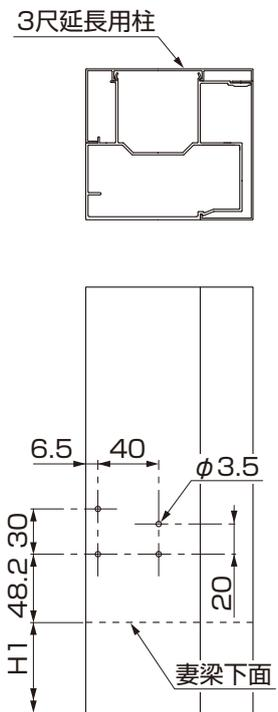

図21-17 柱側
- ③ 3尺延長用柱に穴加工をしてください。(図21-17参照)